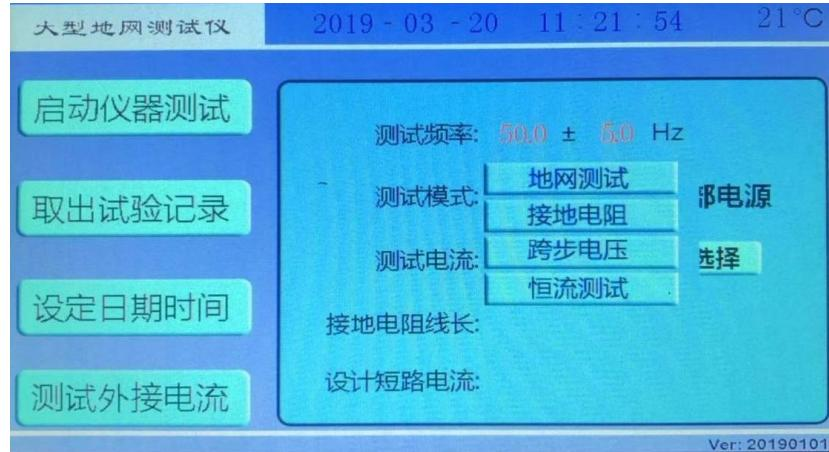

图 6 测试模式选择
- 2) 测试模式: 地网测试 。此处为下拉菜单 (参考图 6)